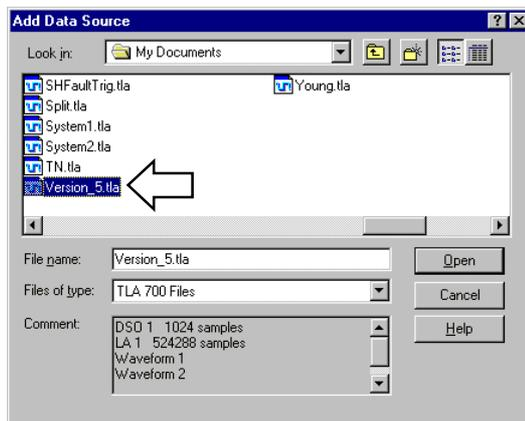

図 2-86 : [Add Data Source]ダイアログ・ボックス
3. 図 2-86 の[Select System File]ファイル・ダイアログ・ボックスを開き、TLA システム・ファイルを選択し、<Open>ボタンをクリックします